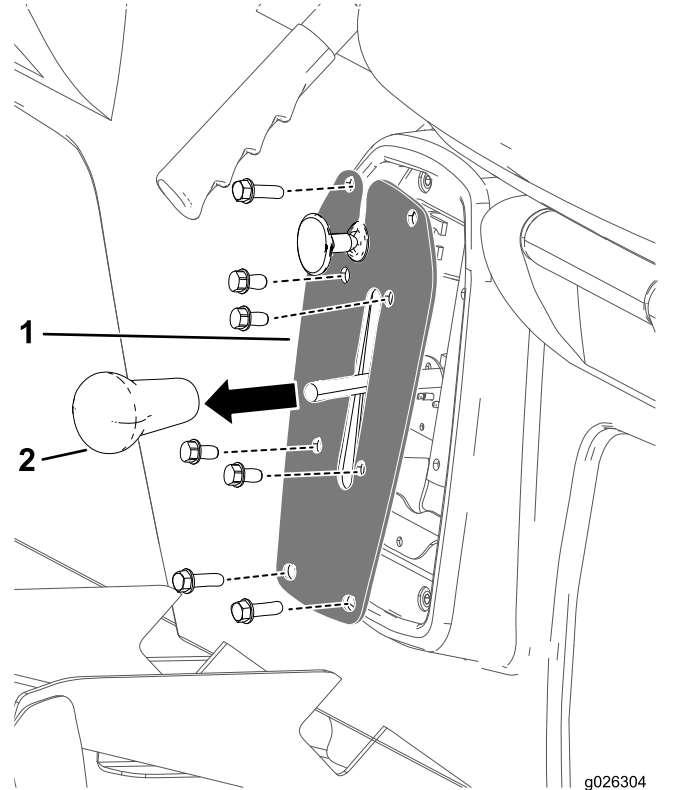

图 39
1. 卸下变速杆上的旋钮图 39。
2. 卸下将变速板固定至变速杆支架上的 4 个螺栓图 39。
3. 卸下将变速板固定至座椅底座的 4 个螺栓然后取下变速板图 39。
4. 将旋钮螺到变速杆上并用手拧紧图 39。